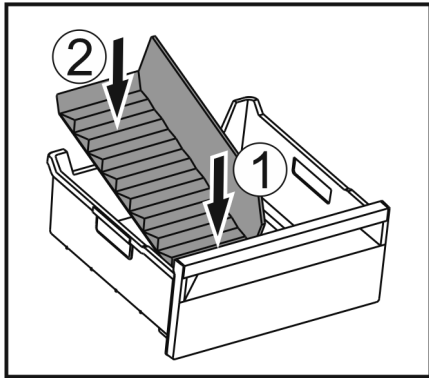

Fig. 139
- ▶ Inserire la parte anteriore del divisore dello scomparto del ghiaccio. Fig. 139 (1)
- ▶ Abbassare la parte posteriore del divisore dello scomparto del ghiaccio fino al fondo del cassetto. Fig. 139 (2)